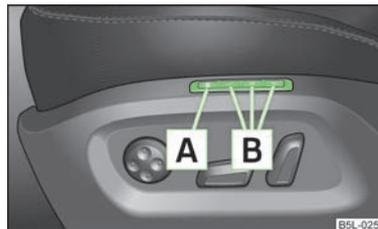

Fig. 44 Touches de mémorisation et touche SET
La fonction de mémorisation de position du siège du conducteur permet de mémoriser des positions personnalisées pour le siège du conducteur et les rétroviseurs extérieurs. Chacune des trois touches de mémorisation **B** » fig. 44 correspond à une position différente, donc trois au total.
- Appuyez sur la touche **(SET)** **A** » fig. 44.
- **Appel automatique par impulsion** : appuyez brièvement sur la touche de mémorisation souhaitée **[B]** » fig. 44. Le siège et les rétroviseurs extérieurs se placent automatiquement sur les positions mémorisées (mais seulement si le contact a été mis et si la vitesse est inférieure à 5 km/h).